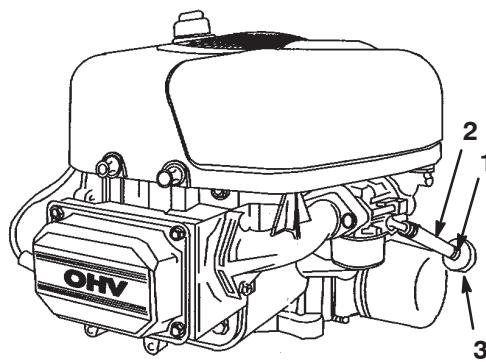

Bild 26
7. Drücken Sie die Enden der Schlauchklemme zusammen und schieben sie an der Kraftstoffleitung nach oben zum Kraftstofftank (Bild 26).
- Ziehen Sie die Kraftstoffleitung vom Filter (Bild 26) herunter und lassen das Benzin in einen Benzinkanister oder eine Auffangschale ablaufen.
Tauschen Sie den Kraftstofffilter am besten aus, wenn der Tank leer ist (Bild 26). Bringen Sie niemals einen schmutzigen Filter wieder an, nachdem Sie ihn von der Kraftstoffleitung entfernt haben.
- Drücken Sie die Enden der Schlauchklemmen zusammen und schieben Sie sie vom Filter weg (Bild 26).